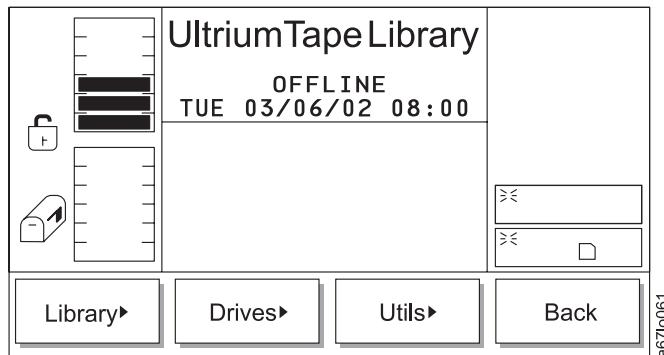

Abbildung 139. Konfigurationsmenü
Das Konfigurationsmenü wird zum Konfigurieren des Kassettenarchivs benutzt. Wählen Sie **Setup** in der Alternativanzeige des Hauptmenüs aus, indem Sie den Knopf unter dem Programmfunctionssymbol **Setup** drücken (siehe Abb. 77 auf Seite 101). Das Konfigurationsmenü erscheint (siehe Abb. 139).
Tabelle 88. Übersetzung von Abb. 139, Konfigurationsmenü
- Wird **Back** ausgewählt, erscheint das Konfigurationsmenü (siehe Abb. 139 auf Seite 155).